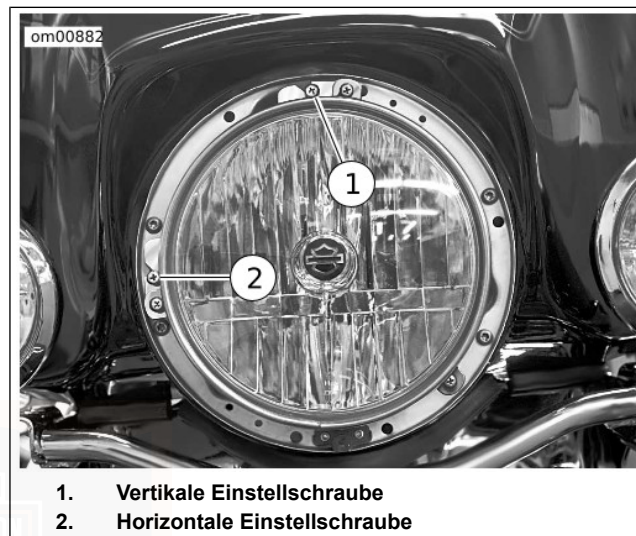

Abbildung 63. Scheinwerfereinstellung: FLHT, FLHX, FLHTC, FLHTCU, FLHR, FLHS und FLHC
2. Siehe Abbildung 63. Scheinwerfer einstellen.
- a. **Horizontal:** Die vertikale Einstellschraube (1) drehen, um den Scheinwerfer vertikal einzustellen.
- b. **Vertikal:** Die horizontale Einstellschraube (2) drehen, um den Scheinwerfer horizontal einzustellen.